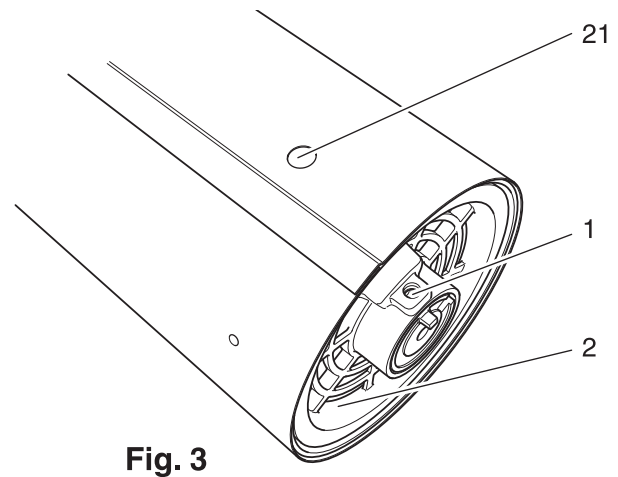

Fig. 3
- Die Antriebseinheiten mit dem Flanschrohr 3 so plazieren, dass die Schraube 20 genau unter der Bohrung 21 sich befindet (Fig. 3).
- Die Schrauben 1 des linken und rechten Rollenhalters lösen (Fig. 3).